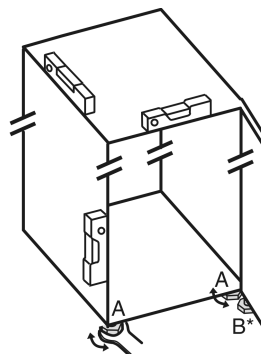

Fig. 24
- ▶ Az állítható lábakat Fig. 24 (A) a mellékelt villáskulccsal és egy vízmérce segítségével csavarja ki addig, amíg a készülék szilárdan és egyenesen be nincs igazítva.
- ▶ A csapágybak állítható lábát Fig. 24 (B) a mellékelt villáskulccsal csavarja ki úgy, hogy a padlón fekvődjön.
- ▶ Az állítható lábat Fig. 24 (B) forgassa tovább 90°-kal.